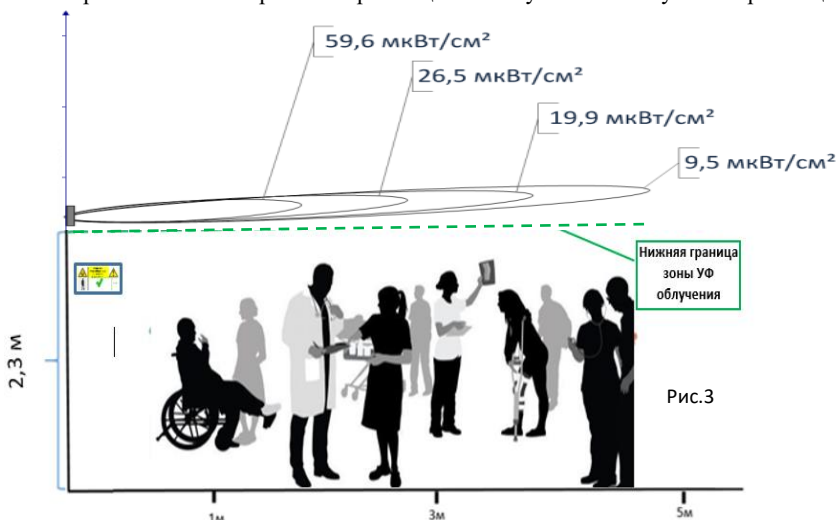

Рис.3
- При правильном размещении облучателя высота нижней границы зоны УФ облучения расположена на уровне нижней поверхности УФ облучателя не ниже уровня 2,3 м, таким образом, чтобы УФ лучи распространялись строго выше этой границы (см.рис.3). Эта граница устанавливает безопасную зону ниже данного уровня.